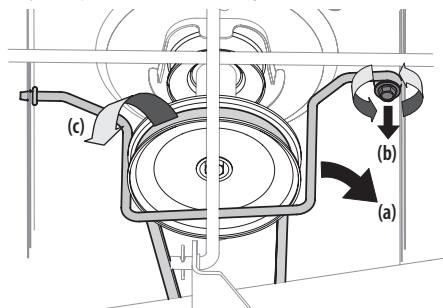

Figura 30
- Retire la varilla de la guarda de la correa (a) de alrededor de la polea del motor del tractor, sacando el tornillo autorroscante (b) que le asegura. Consulte la Figura 30.
- Retire la correa (c) de alrededor de la polea del motor del tractor y de las poleas locas. Consulte la Figura 30.